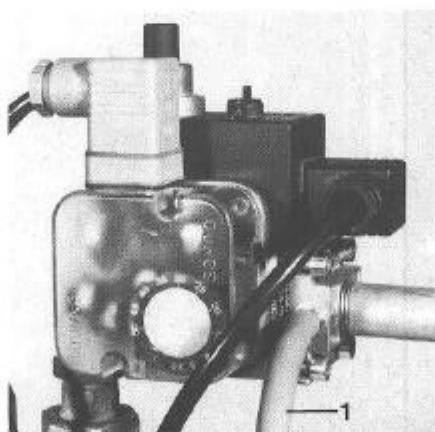

Abb. 8
- Zur Abführung der Luft wird ein ins Freie führender Schlauch am Meßnippel (Eingang zur Compacteinheit) des Gasdruckwächters angeschlossen (Abb. 8).